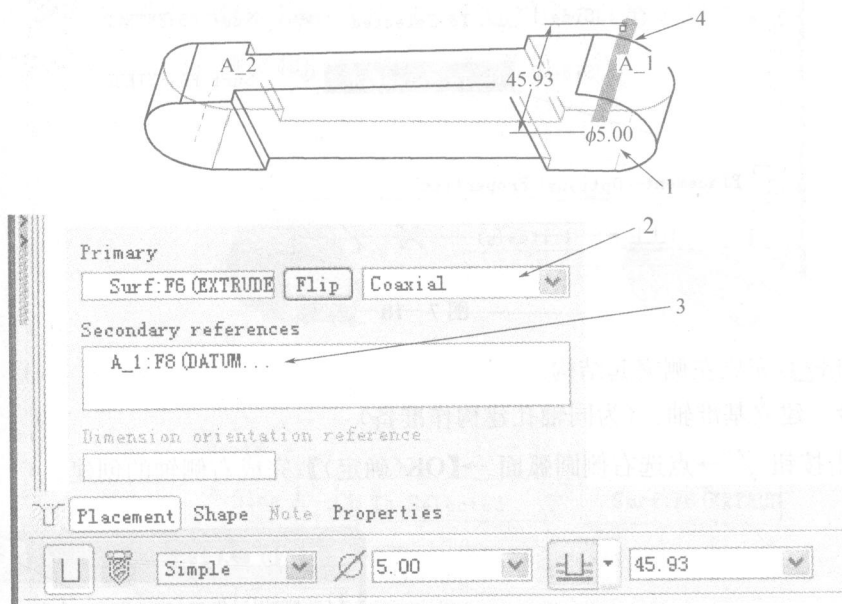

图 7-13
① 点击孔按钮 → **【Placement(放置)】** → 点选放置面为右侧突起前面(如图 7-13 所示的位置 1) → 修改定位方式为 **【Coaxial(同轴)】** → 点击 **【Secondary references(次参照)】** 下面的参考收集框(如图 7-13 所示的位置 3) → 点选轴 A_1 作为轴的定位轴。